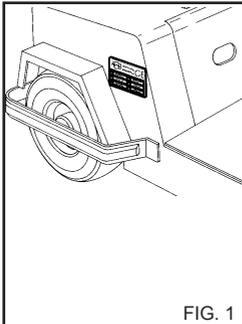
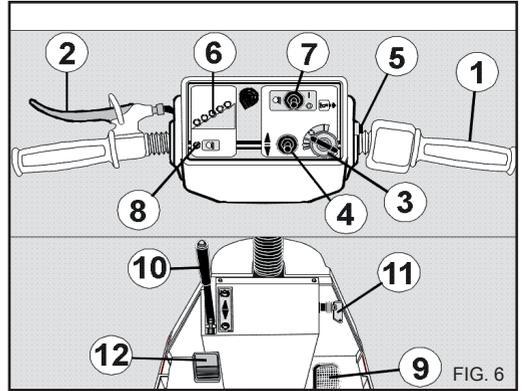
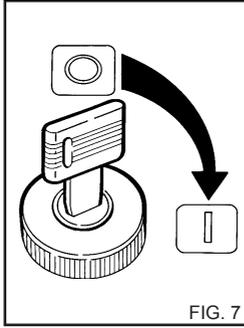

FIG. 1
FIG. 6
FIG. 7
УСТРОЙСТВА УПРАВЛЕНИЯ - рис. 6
1) Вставьте пусковой ключ и поверните его по часовой стрелке в положение "I", рис. 7, при этом загорятся световые индикаторы на капоте (поз. 6, рис. 6), указывая, что транспортное средство включено, и подождите 2-3 секунды. Включите аварийный выключатель, повернув ручку в положение "I" (рис. 6 ff. 11).
При помощи реверсивного рычага направления движения (рис. 6, поз. 4) выберите направление движения (вперед и назад).
- Запустите транспортное средство при помощи ручки пуска/акселератора (fig. 1, Fig. 6).
⚠ Держите нажатой ногой переключатель "человек на борту". После того, как нога снята с переключателя, транспортное средство автоматически останавливается. (fig. 6 ff; 12).
Транспортное средство должно использоваться до полного разряда батареи (горящие красный и желтый индикаторы на капоте, поз. 6, рис. 6). Длительность работы должна быть запрограммирована в зависимости от времени автономной эксплуатации.
Переведите на минимум ручку пуска/акселератора (поз. 1, рис. 6).
Поверните ключ 3 в положение 0 (все световые индикаторы должны быть выключены); поверните аварийный выключатель в положение "0" (fig. 7).
Аккумуляторы должны быть заряжены, когда зеленые индикаторы погаснут (поз. 6, рис. 6) и остаются гореть только красный и желтый индикатор.